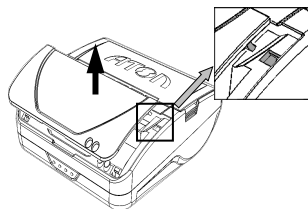

Рисунок 3. Снятие крышки отсека
- 1 Снять крышку отсека (рисунок 3).